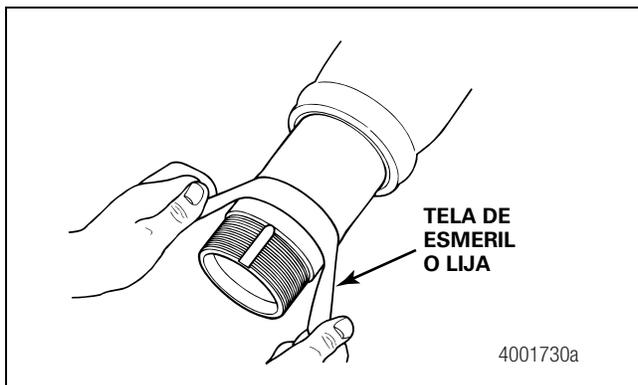

Figura 3.21
2. Revise la espiga del eje y el contorno del diámetro interior de la maza para verificar que no haya rayaduras, abolladuras ni marcas. Si las hay, repárelas con una tela de esmeril o lija. Figura 3.21.